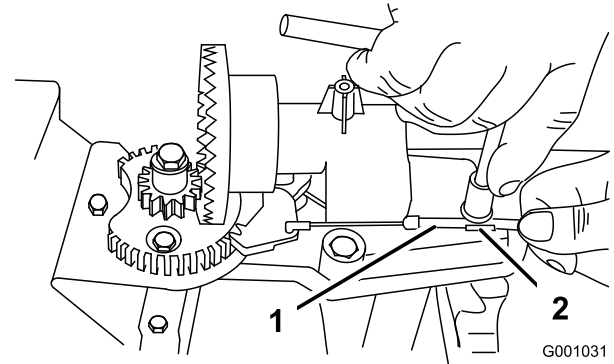
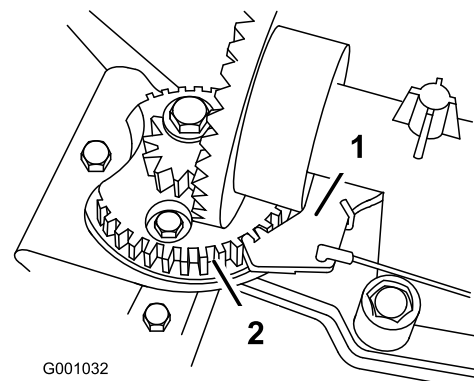

Bild 55
Bild 56
- Lösen Sie die Schraube an der Kabelklemme (Bild 55).
- Fassen Sie den Kabelstrang an und schieben Sie ihn nach vorne an der Maschine, bis der Auswurfkanalriegel ganz in die Zahnräder des Getriebes greift (Bild 55 und Bild 56).
Hinweis: Der Riegel ist gefedert und ist so konstruiert, dass er in die Zahnräder des Getriebes greift (Bild 56).